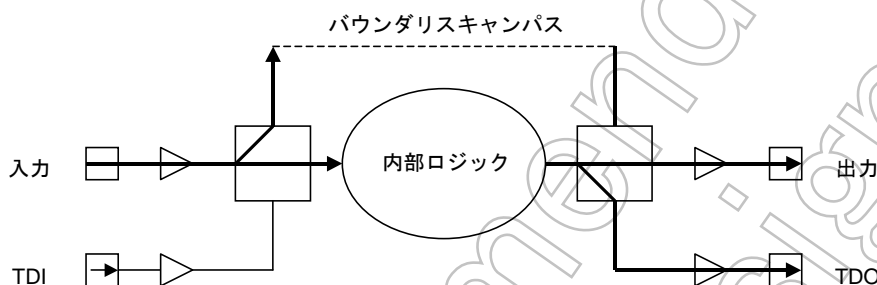

図 23-9 SAMPLE が選択されているときのテストデータの流れ
- SAMPLEはICのI/Oパッドを観測するのに使います。SAMPLEがI/Oパッドを観測しているあいだ、内部ロジックはICのI/O端子から切り離されません。SAMPLEはCapture-DR状態で実行します。通常動作中、TCKの立ち上がりエッジにおいてICのI/O端子の値を読み取ることがSAMPLEの主な用途です。図 23-9にSAMPLE/PRELOAD命令のSAMPLEを実行しているあいだのデータの流れを示します。